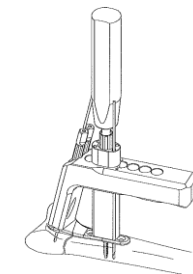

図14
- 14) 患者の骨質が硬い場合には、2.7コーティカルスクリュータップ(グリップ型)を用いて、イメージ下で手動的にプレタップを行います。(図14)